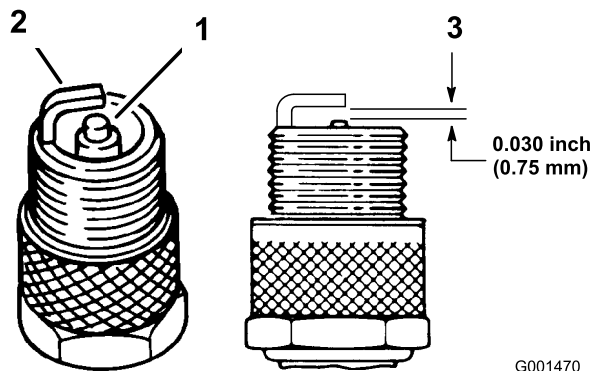

Bild 33
- Prüfen Sie den Zustand der Seitenelektrode, der zentralen Elektrode und der Isolierung um die zentrale Elektrode, um sicherzustellen, dass nirgendwo Defekte aufgetreten sind (Bild 33).
- Stellen Sie den Abstand zwischen der mittleren und seitlichen Elektrode auf 0,762 mm ein (Bild 33).